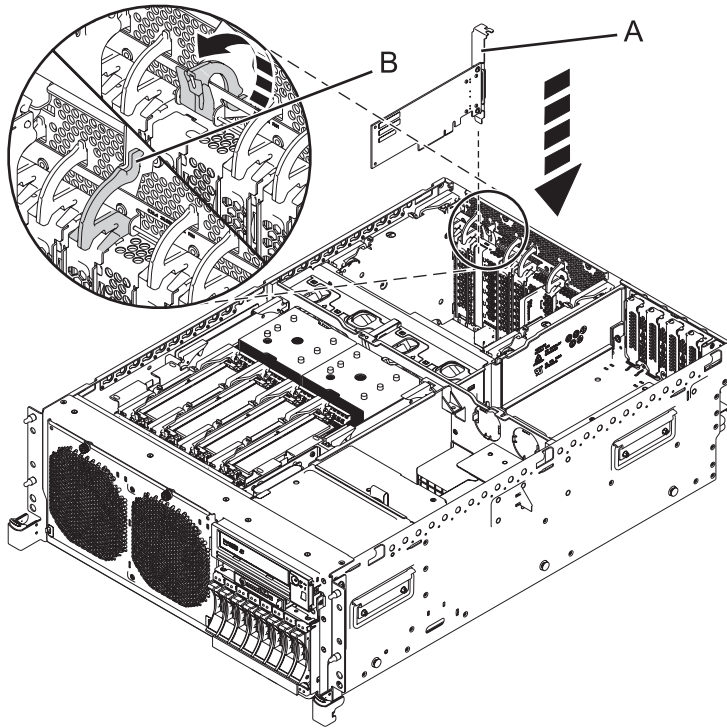

Figure 2. Installation d'une carte PCI dans une unité centrale montée en armoire
14. Si le taquet (B) de l'emplacement cible n'est pas déjà en position ouverte, mettez-le en position ouverte en appuyant sur sa patte située à l'arrière du système.
15. Saisissez avec précaution la carte par son bord supérieur ou sa contre-poupée (**A**) et alignez-la carte avec l'emplacement d'extension et son connecteur sur le fond de panier du système, comme indiqué dans la figure 2.